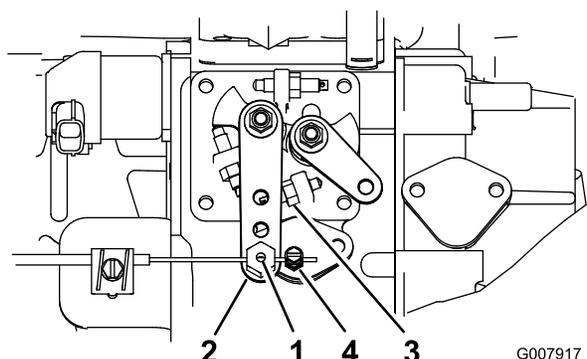

Figure 65
- Desserrez la fixation du câble d'accélérateur sur le bras du levier de la pompe d'injection (Figure 65).
- Maintenez le bras de levier de la pompe d'injection en appui contre la butée de régime maximum de marche à vide (Figure 65).